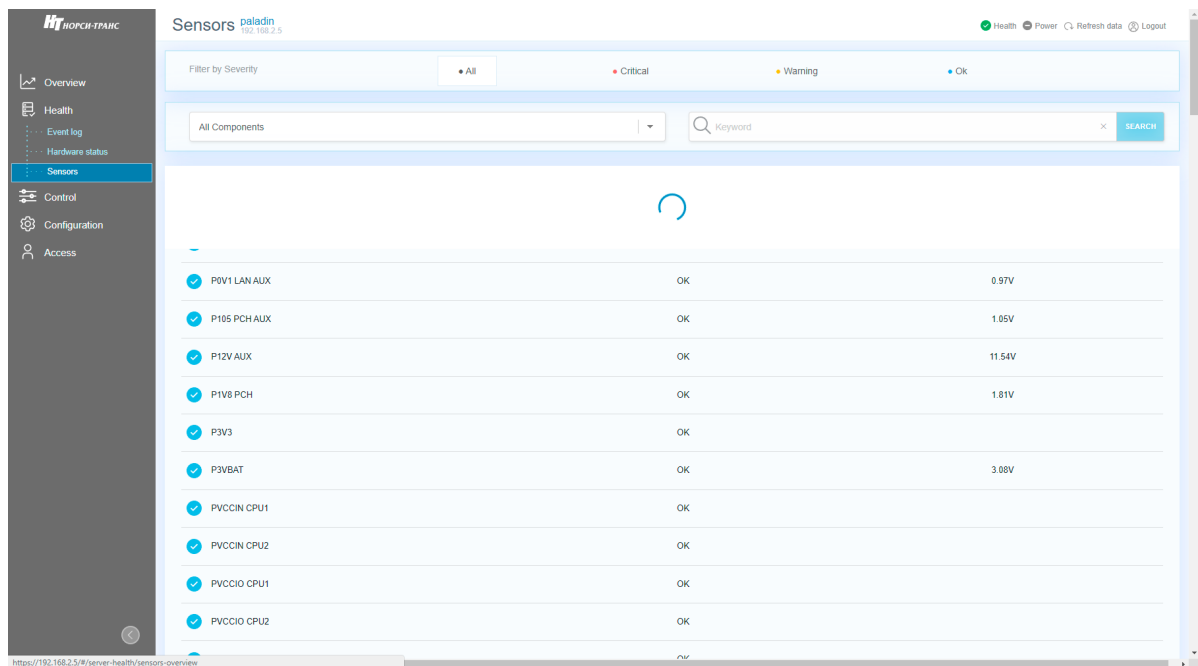

Рис. 76. Окно «Sensors»
- 4) Пройдите во вкладку «Health» → «Sensors» в данной вкладке отображается информация по датчикам установленным в сервере. В поле «Filter by Severity» произведите фильтрацию по степени серьезности события. В раскрывающемся списке выберите компонент сервера где хотите просмотреть состояния датчиков. В поле поиска произведите фильтрацию по ключевым словам датчиков. Окно показано на рис. 76 Окно «Sensors».